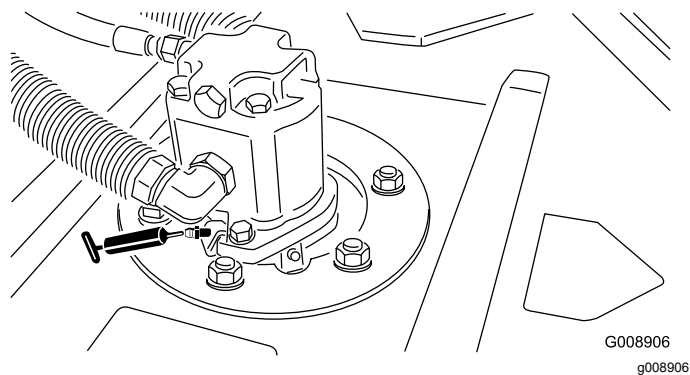

Bild 45
- 2 (pro Mähwerk) Mähwerkspindelwellenlager (Bild 45)